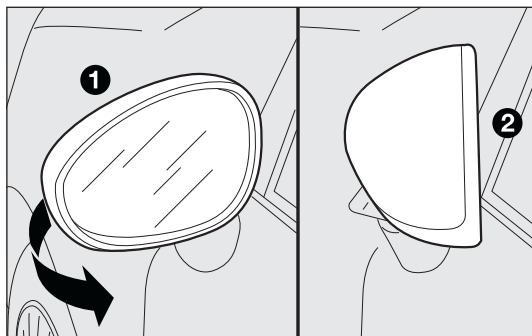

рис. 27
В случае необходимости (например, когда габариты зеркал создают затруднения в месте узкого проезда) зеркала можно сложить вручную, переведя их из положения 1 – рис. 27 в положение 2.
**Во время движения зеркала должны всегда находиться в положении 1 – рис. 27.**